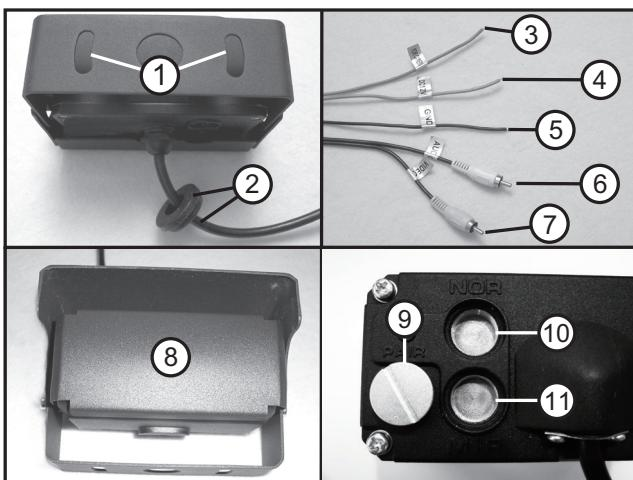

Abbildung 2
- Setzen Sie die Kamera an der ausgesuchten Montagestelle mit dem Befestigungsbügel (Abb. 1, Pos. 4) auf und markieren Sie mittig an den beiden Schlitten des Montagebügels (Abb. 2, Pos. 1) die Befestigungslöcher am Montageort. Bohren Sie passend zu den verwendeten Schrauben mit einem entsprechenden Bohrer die Befestigungslöcher.
- Prüfen Sie, ob bei Ihrem Fahrzeug bereits eine geeignete Bohrung vorhanden ist bzw. genutzt werden kann, um das Anschlusskabel mit 5-poligem Stecker der Kamera (Abb. 2, Pos. 2) in das Fahrzeuginnere zu leiten. Andernfalls müssen Sie an geeigneter Stelle eine entsprechende Bohrung vornehmen. Um die am Kabel der Kamera angebrachte Kabeldichtung (Abb. 2, Pos. 2) korrekt einsetzen zu können, muss das Bohrloch einen Durchmesser von exakt 20 mm aufweisen.
- Schließen Sie nun die Stromversorgung der Kamera an. Hierzu verbinden Sie das schwarze Kabel („GND“, Abb. 2, Pos. 5, ca. 3,5 Meter lang) mit der Fahrzeugmasse (Minus, z. B. beim Rückfahrscheinwerfer) und das rote Kabel („DC 12 V“, Abb. 2, Pos. 4, ca. 10 Meter lang) mit einer 12 V-Plusleitung, die nur bei eingeschalteter Zündung spannungsführend ist (z. B. unter der Instrumententafel). Das pinke Kabel („FOR CAMERA“, Abb. 2, Pos. 3, ca. 3,5 Meter lang) schließen Sie an ein Kabel an, dass bei eingelegtem Rückwärtsgang die Rückfahrscheinwerfer mit dem Pluspol der Batterie verbindet (z. B. bei dem Rückfahrscheinwerfer).
- Den Audioausgang (Abb. 2, Pos. 6, weißer Stecker) und den Videoausgang (Abb. 2, Pos. 7, gelber Stecker) schließen Sie an den Monitor an, den Sie für die Kennzeichenkamera vorgesehen haben. Ein passendes Verlängerungskabel gehört nicht zum Lieferumfang und muss in gewünschter Länge gesondert erworben werden.
- Führen Sie einen Probelauf gemäß dem nachfolgenden Punkt „Funktionsweise der Kennzeichenkamera“ durch. Vergewissern Sie sich vor der endgültigen Montage der Kamera, dass diese ordnungsgemäß funktioniert. Legen Sie fest, ob Sie das Bildsignal links/rechts spiegeln wollen. Das Videosignal können Sie durch das Verstellen der Magnetschraube (Abb. 2, Pos. 9) von „NOR“ (Abb. 2, Pos. 10) auf „MIR“ (Abb. 2, Pos. 11) spiegeln.
Durch die in der Kamera integrierten Infrarot-LEDs (Abb. 1, Pos. 3) wird bei Dunkelheit der rückwärtige Bereich erhellt und so das Erkennen von Hindernissen erleichtert. Die Infrarot-LEDs werden durch den eingebauten Lichtsensor (Abb. 1, Pos. 6) automatisch eingeschaltet. Sobald Sie zurück in den Vorwärtsgang wechseln, schließt sich die Kamerataschablende (Shutter) wieder (Abb. 2, Pos. 8) und schützt somit die Kamera vor äußeren Einwirkungen.